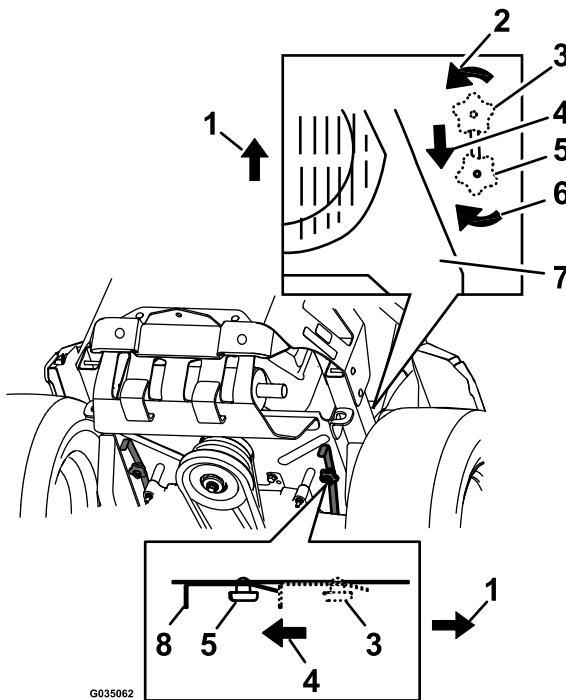

Figura 40
4. Para empujar la máquina, mueva ambos pomos de desvío hacia atrás para bloquearlos en esa posición (Figura 40).
6. Para hacer funcionar la máquina, mueva ambos pomos de desvío a la posición de ADELANTE y bloquéelos en esa posición (Figura 40).